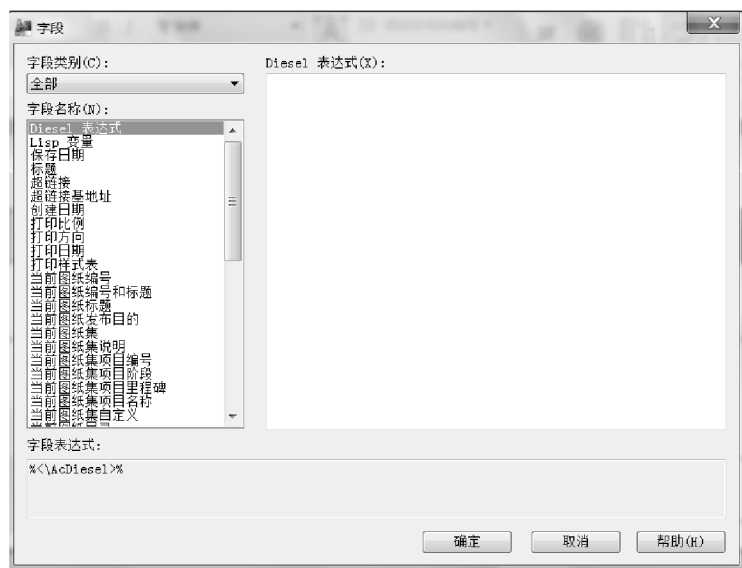

图 7-14 【字段】对话框
- 2) 在“表格”工具栏上，单击“插入字段”，或按【Ctrl + F】组合键，如图 7-14 所示，出现【字段】对话框。